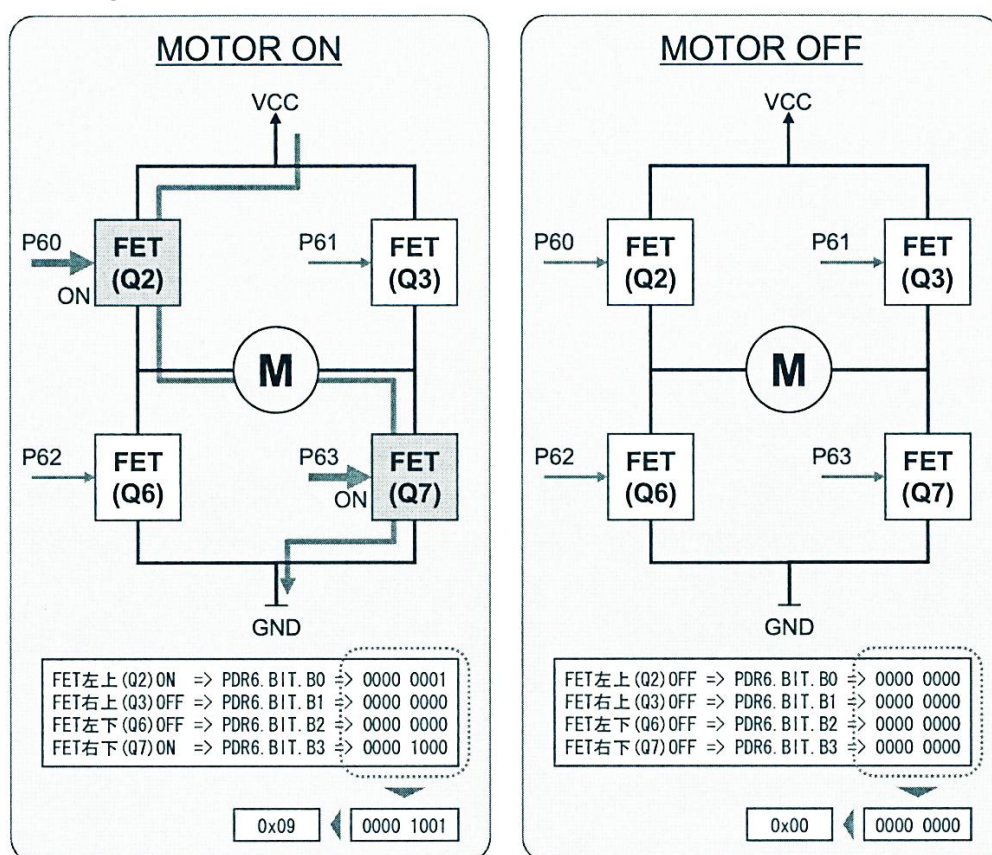

図4 H-Bridge に対する指示方法
本実験のベース基板上にある 4 つの電界効果トランジスタ (FET) は、それぞれ CPU の PORT6 に繋がっており、H-Bridge 回路は、PORT6 に対して出力される信号により制御される (図 4 を参照)。
モータ (M) を時計回りに回転させるために、図 4 の左のように、Q2 と Q7 を導通に、Q3 と Q6 を非導通にすればいいので、IO.PDR6.BYTE=0x09 とセットする。モータの回転を止めるためにすべての FET
を非導通にすればよく、すなわち、IO.PDR6.BYTE=0x00 と設定すればよい（図 4 の右側を参照）。ちなみに、モータを反時計周りに回転させるためには、Q3 と Q6 を導通状態に、Q2 と Q7 を非導通状態にすればよい。